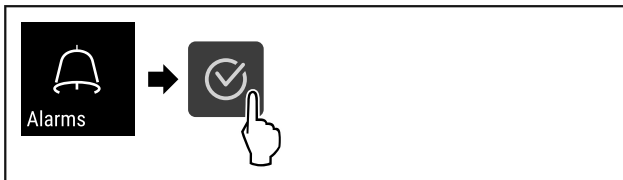

Fig. 103
- ▶ Vykonajte kroky akcie (pozri Fig. 103) .